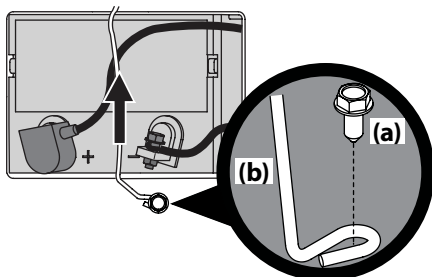

Figura 4-8
- Extraiga el tornillo de cabeza hexagonal con arandela (a) que sujeta el soporte de sujeción de la batería al marco (b). Luego levante el soporte de sujeción (b) de la batería para liberar la batería. Consulte la Figura 4-8.